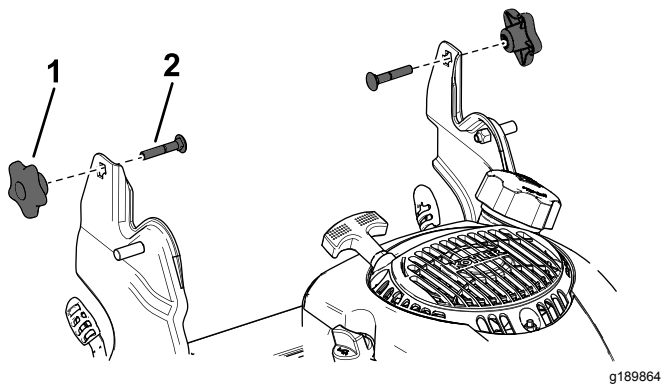

Рисунок 25
3. Вставьте каретный болт (так, чтобы головка болта была направлена внутрь) сквозь кронштейн рукоятки и в верхнее отверстие торцевой части рукоятки. Убедитесь, что квадратная кромка каждого каретного болта вошла в верхнее или нижнее квадратное отверстие соответствующего кронштейна рукоятки (Рисунок 25).